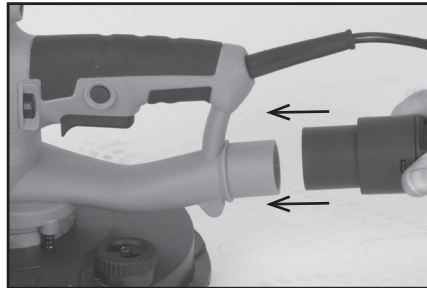

Abb. 3
- Drücken Sie den Staubabsaug Schlauch in den Entstaubungsanschluss am Hauptkörper der Maschine. (Abb. 3)